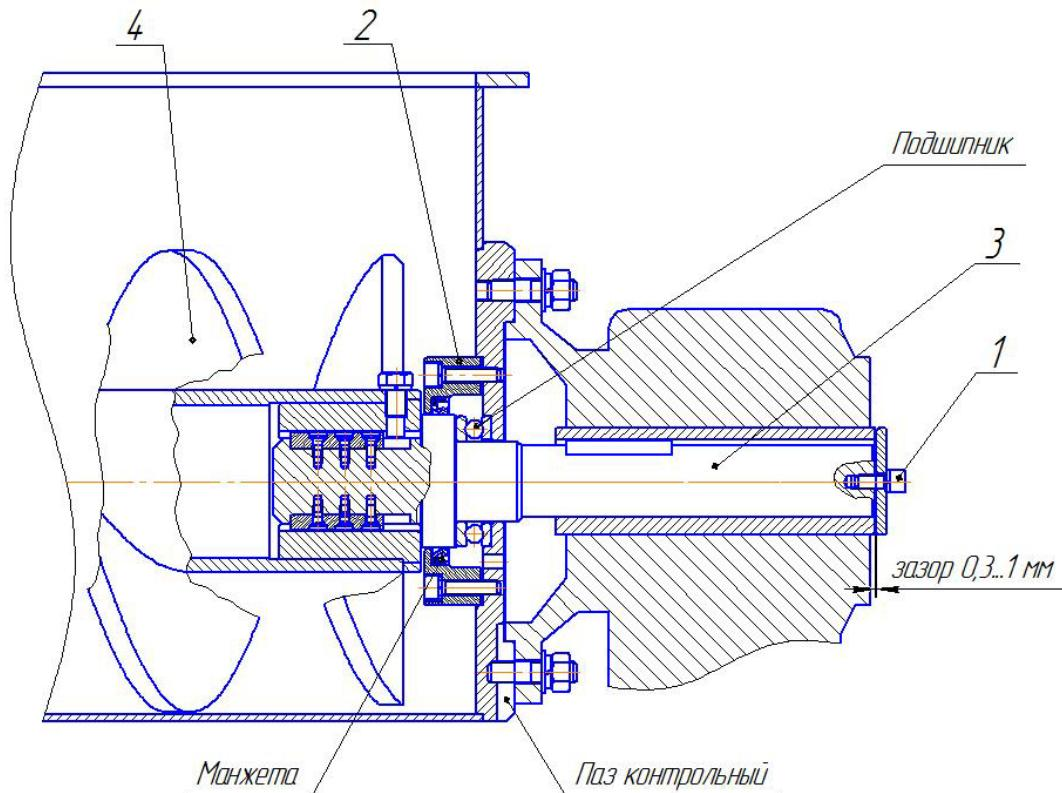

Рис.2 Подшипниковый узел
- осуществлять внешний контроль за герметичностью манжет 1.1-75x95-1 ГОСТ 8752-79 между корпусом опорным и редуктором, наблюдая возможную протечку через контрольный паз (рис. 2) в корпусе сепаратора.
- проводить смазку шарикового упорного подшипника 8209Н ГОСТ 7872-89 предварительно сняв крышку подшипника (рис. 2). Смазка ЦИАТИМ-221 ГОСТ 9433-80 или аналогичная.
1. Замена манжеты (см. рис. 2):
- 2 Замена упорного подшипника (см. рис. 2):